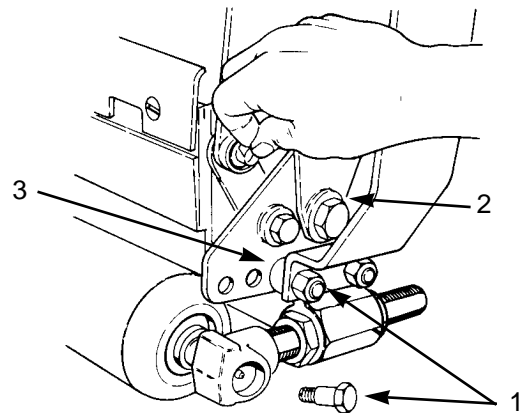

図 25
1. カッティングユニット両端からショルダー・ボルト、プッシュ、スペースを取るとベッドバー & ベッドナイフアセンブリが外れます (図25)。
3. 固定ねじの締めつけの最終段階では、特殊工具 (P/N 51-0880) とトルクレンチを使用する (図25)。締めつけトルクは 28 kg.m で、締めつけは中央のネジから始め、両端に向かって交互に締め付けてゆく。